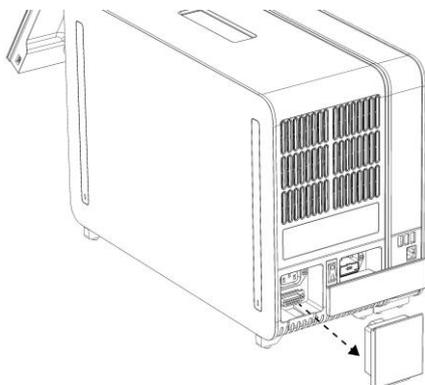

Рис. 12. Удаление концевого моста.
- 1д. Удалите концевой мост с задней стороны аналитического модуля (рис. 12, следующая страница).